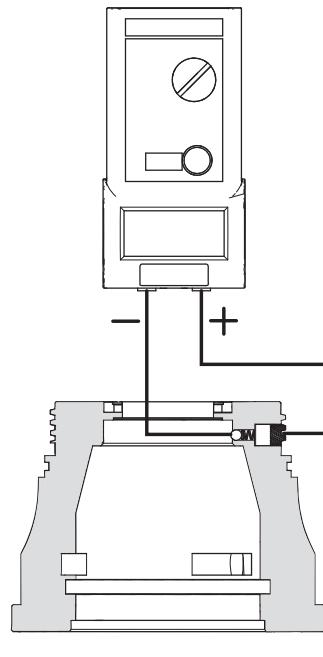

図 23 前面ハウジングの抵抗
- 抵抗が 0.1 megohm 以下 の場合は、アプリケーター全体を再度組み立てて、再試験を行います。スプリングを装着した接点が清浄で、合わせ面と接触していることを確認してください。図 23 を参照してください。